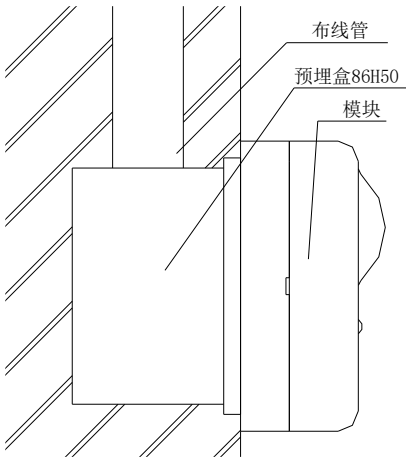
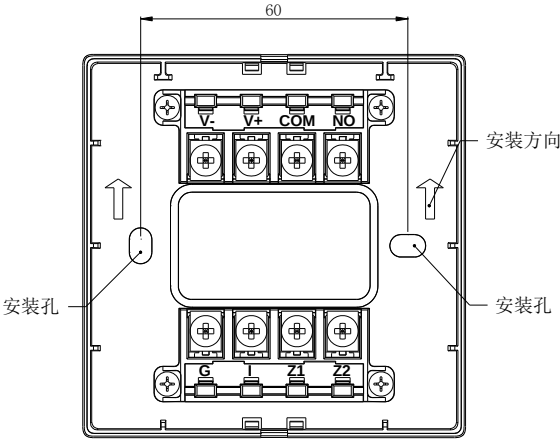

图 2 进线管预埋示意图
图 3 端子示意图
3. 模块采用线管预埋安装，将底盒安装在 86H50 型预埋盒上，安装孔距为 60mm(参见图 3)，安装示意图如图 2 所示。
4. 模块端子示意图如图 3 所示。